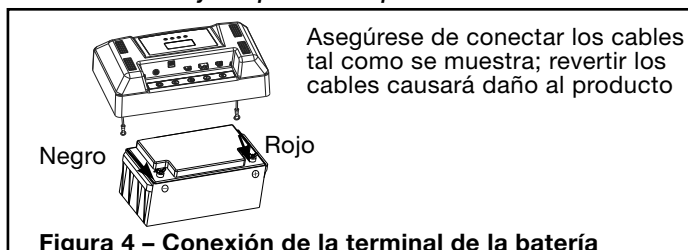

Figura 4 – Conexión de la terminal de la batería
3. Conecte los cables de energía del sistema avanzado de notificación de 12 voltios a las terminales de la batería tal como se muestra en la Figura 4. Conecte el cable rojo a la terminal positiva de la batería y luego conecte el cable negro a la terminal negativa de la batería. La pantalla debe iluminarse en este momento. Si se conecta de forma incorrecta, sonará una alarma hasta que se corrija.